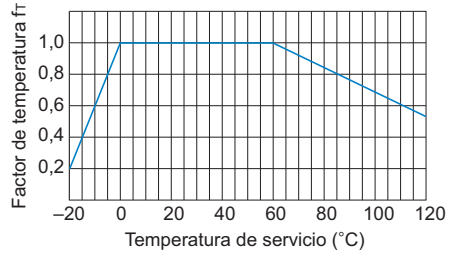

Fig.2 Factor de temperatura
Si la temperatura de la tuerca intercambiable supera la gama de temperaturas normal, se reducirán la resistencia al agarrotamiento de la tuerca y la resistencia del material. Por lo tanto, es necesario multiplicar el par de torsión dinámico admisible (T) y el empuje dinámico admisible (F) por el factor de temperatura correspondiente indicado en la Fig.2.
- f_T : Factor de temperatura (consulte la Fig.2)
- F : Empuje dinámico admisible (N)
- P_F : Carga axial (N)